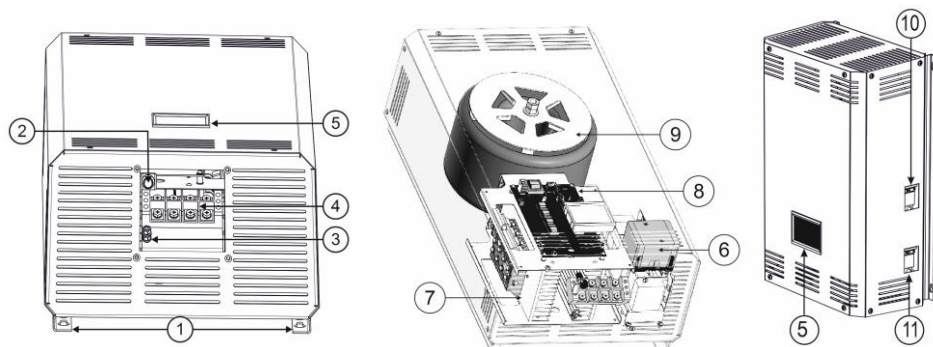

Рисунок 1. Общий вид стабилизатора и его функциональных блоков:
Стабилизаторы серии SKAT ST LV выполнены в металлическом корпусе, окрашенном порошковой эмалью (см. Рис. 1). Имеются проушины для вертикального крепления (1) и съёмная металлическая крышка (2), прикрывающая клеммную колодку (4). Рядом с клеммной колодкой находится клемма заземления (3).